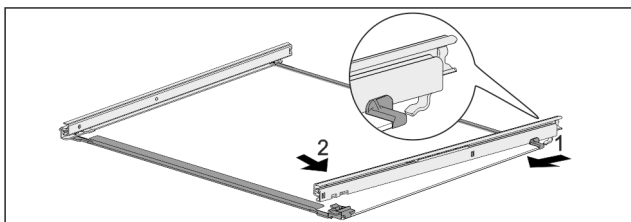

Fig. 70 Skleněná deska s kolejničkami
- ▶ Zahákněte kolejničku vzadu. Fig. 70 (1)
- ▶ Zaklapněte kolejničku vpředu. Fig. 70 (2)